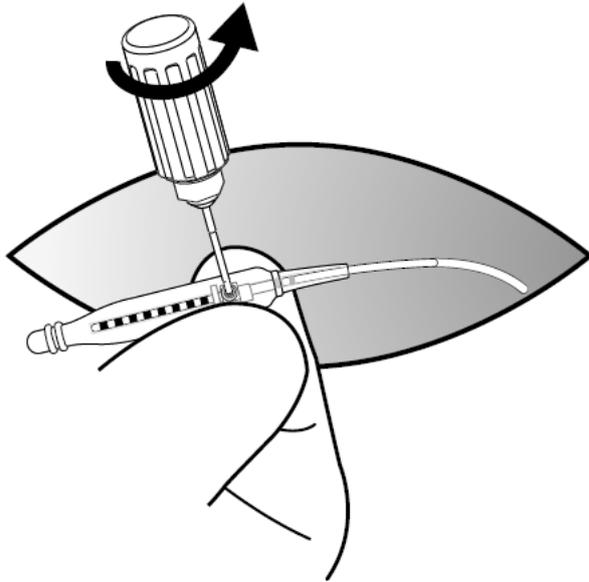

Figura 16. Aflojamiento del capuchón del electrodo utilizando la llave dinamométrica.
2. Afloje el tornillo de fijación del bloque de conexión con tornillo de fijación girando la llave dinamométrica en sentido contrario al de las agujas del reloj (aproximadamente una vuelta) (Figura 16).